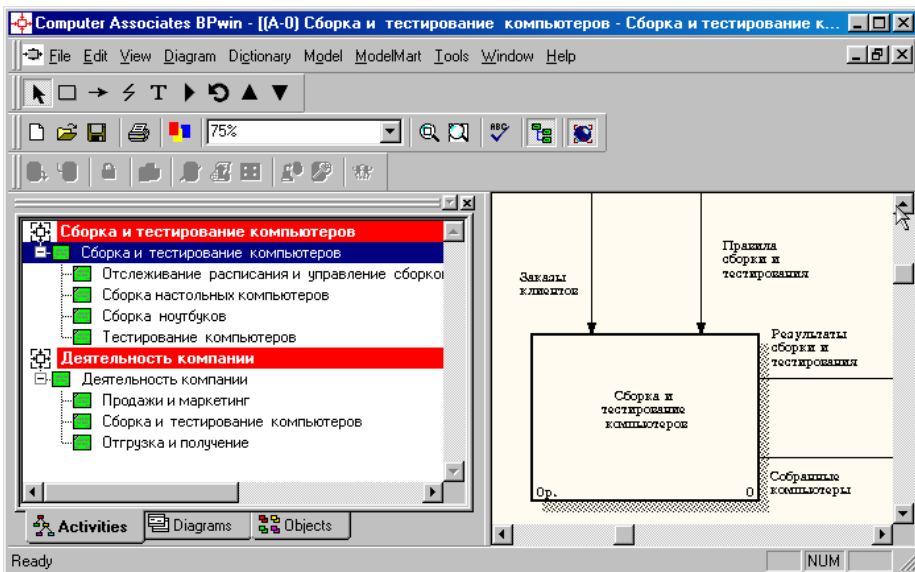
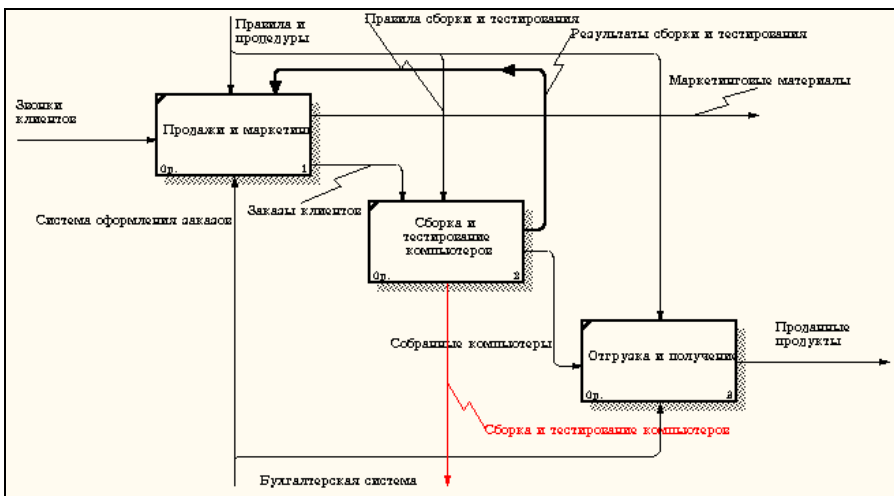

Рисунок 5.3 – В Model Explorer появилась новая модель «Сборка и тестирование компьютеров»
Рисунок 5.4 – На диаграмме A0 модели "Деятельность компании" появилась стрелка вызова "Сборка и тестирование компьютеров"
- 3 Посмотрите на результат: в **Model Explorer** появилась новая модель (рисунок 5.3), а на диаграмме A0 модели "**Деятельность компании**" появилась стрелка вызова "**Сборка и тестирование компьютеров**" (рисунок 5.4).